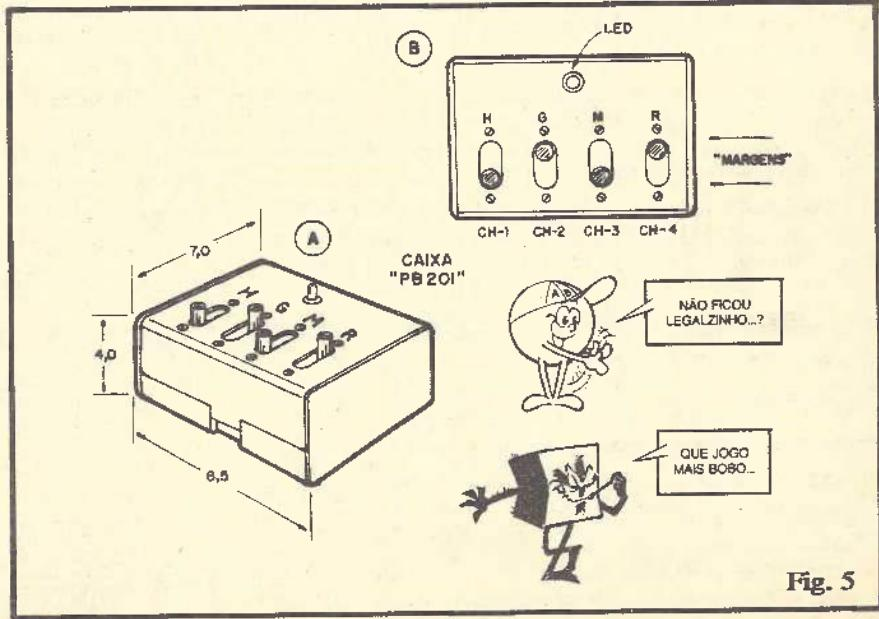

Fig. 5
- FIG. 5 - Sugestões para o acabamento externo e "encaixamento" do circuito do JOGO DO RIO. Se for usada a caixa plástica indicada em DIVERSOS/OPCIONAIS da LISTA DE PEÇAS, as furações serão simples (já foram dadas "dicas" sobre como podem ser feitos os furos, redondos ou retangulares, com facilidade, em caixas plásticas...). As chaves deverão ser fixadas com parafusos e porcas (dependendo do modelo, podem até ser fixadas por simples encaixe...). O LED, para que fiquem bem firmes, pode ser colado, por dentro, com uma gotinha de "Superbonder" (cianoacrilato) ou